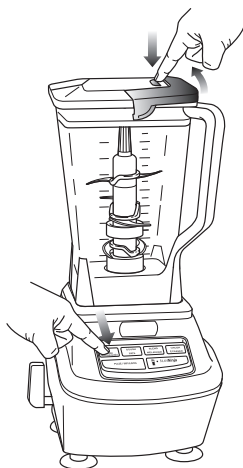
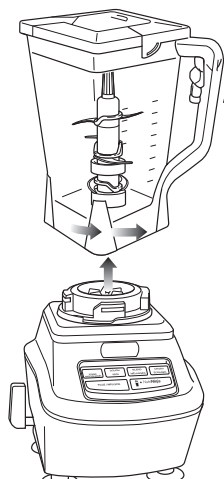

Fig. 7
Fig. 8
- 10 Lorsque vous avez obtenu la consistance désirée, éteignez l'appareil en enfonçant le bouton de mise en marche (⏻) et attendez que le jeu de lames cesse de tourner. (Fig. 7)
(Fig. 7, Fig. 8)